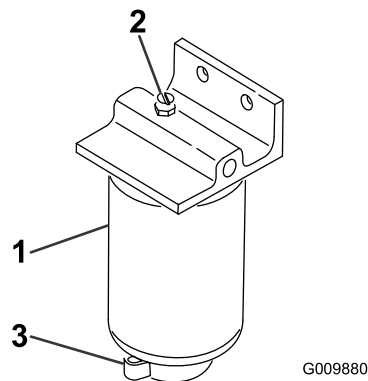

图66
- 松开过滤器过滤筒底部的排水阀 (图66)。
- 清洁滤清器过滤筒的安装区域图66。